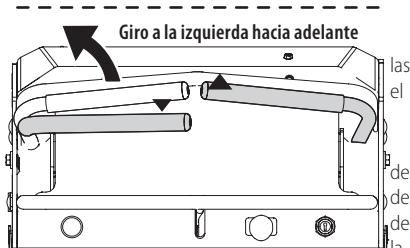

Figura 11
1. Para girar a la derecha, mueva la palanca de control del lado derecho hacia atrás respecto a la palanca izquierda. Consulte Figura 11.
2. Para girar a la izquierda, mueva la palanca de control del lado izquierdo hacia atrás respecto a la palanca derecha. Consulte Figura 11.